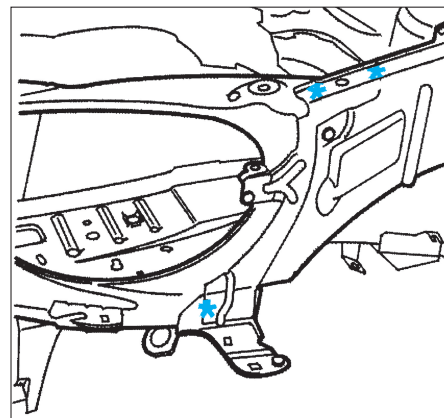
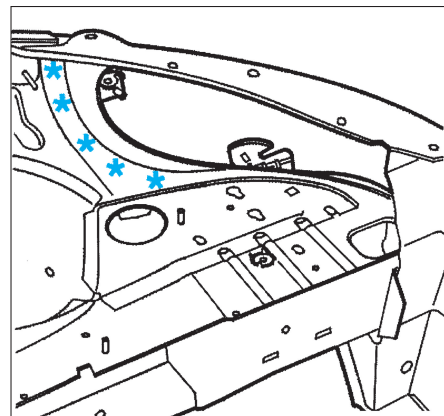

FIG. 2
FIG. 3
- par fraissage des points (Fig.2) et (Fig.3),